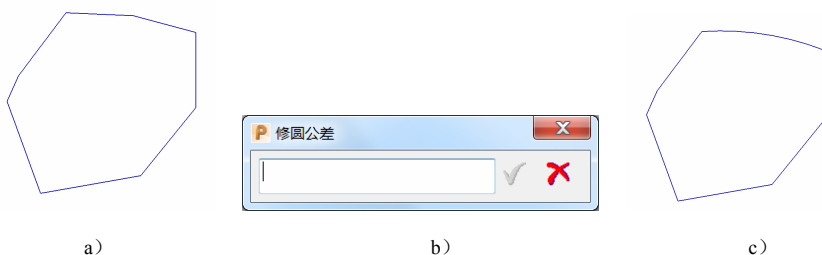

图 1-66
(2) 修圆已选 对已选边界线段进行圆弧拟合，使用该功能的目的是对已选边界进行光顺化处理。如图 1-66 所示，在绘图区绘制出原始边界（图 1-66a），并在绘图区框选该边界，进行修圆已选操作。输入修圆公差为“5”（图 1-66b），边界将被修圆成图 1-66c 所示边界。